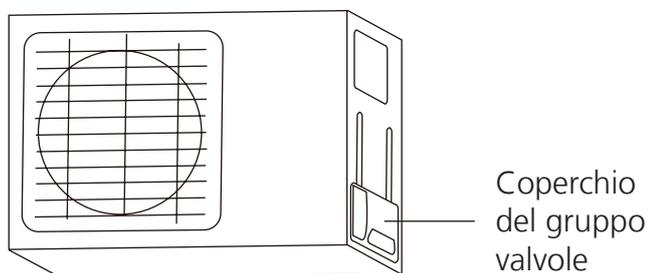

Fig. 5.9
1. Svitare il coperchio del gruppo valvola sul lato dell'unità esterna. (Vedere la **Fig. 5.9**)